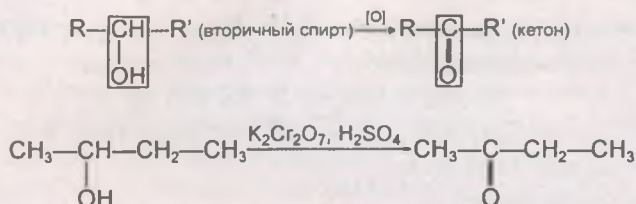

Рис. 139
- б) вторичные спирты окисляются до кетонов (рис. 139);